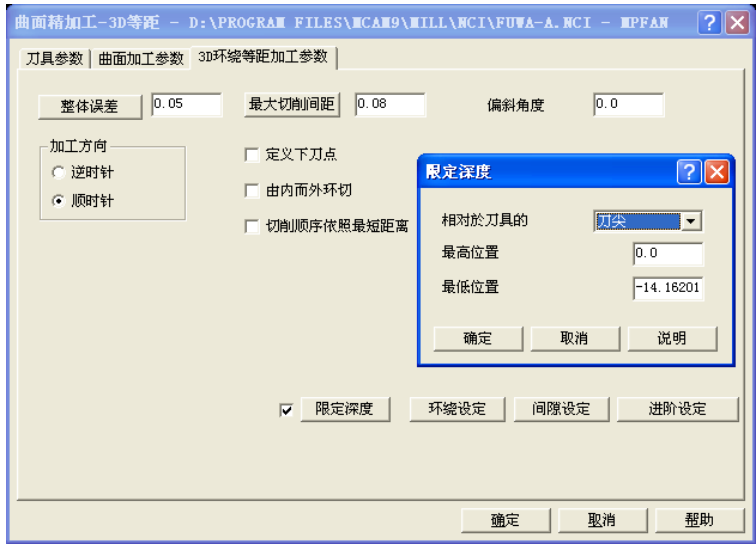

图 6-21 3D 环绕等距参数
7) 新建群组“D6R1”，选择“曲面精加工—3D 等距”，从刀库中选择  $\phi 3R1$  球刀，在“刀具参数”选项卡中输入进给率：400、下刀速率：200、提刀速率：2000、主轴转速：4000，冷却液：喷油，其余参考高度、进给下刀位置、图形选择和切削范围等均同步骤 1)；设定加工的曲面/实体预存量：0；在“3D 环绕等距精加工参数”选项卡中单击“整体误差”按钮，选择过滤的比率为 1:1，其余默认，设定最大切削间距：0.08，勾选“限定深度”，设定最高位置：0.0、最低位置：-14.16201，其余默认，如图 6-21 所示。